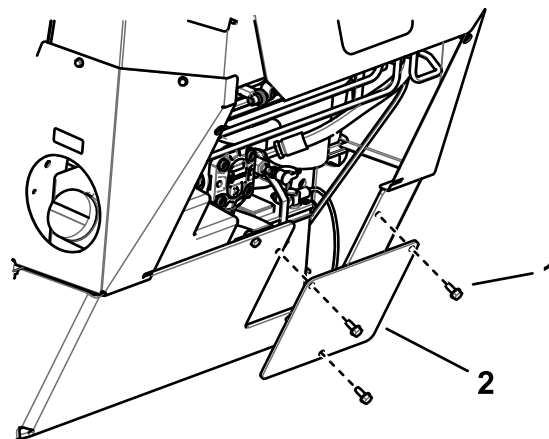

Рисунок 37
5. Установите панель доступа к аккумулятору (Рисунок 37).